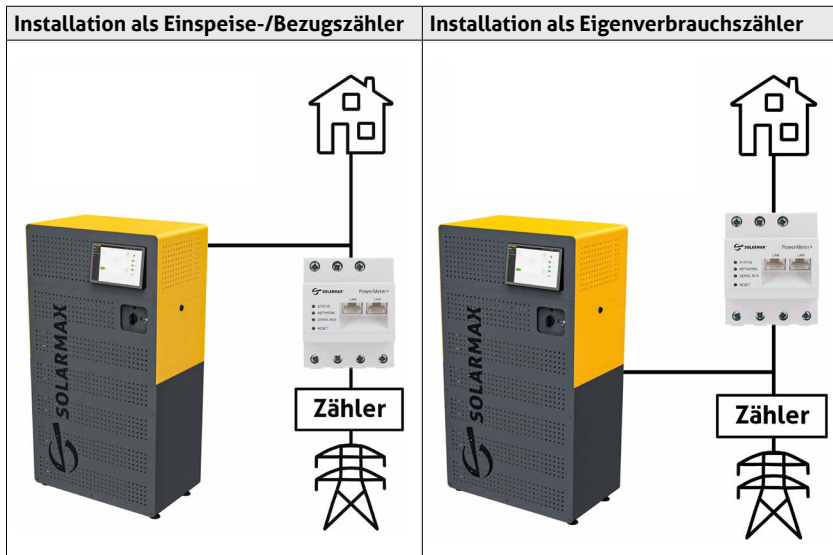
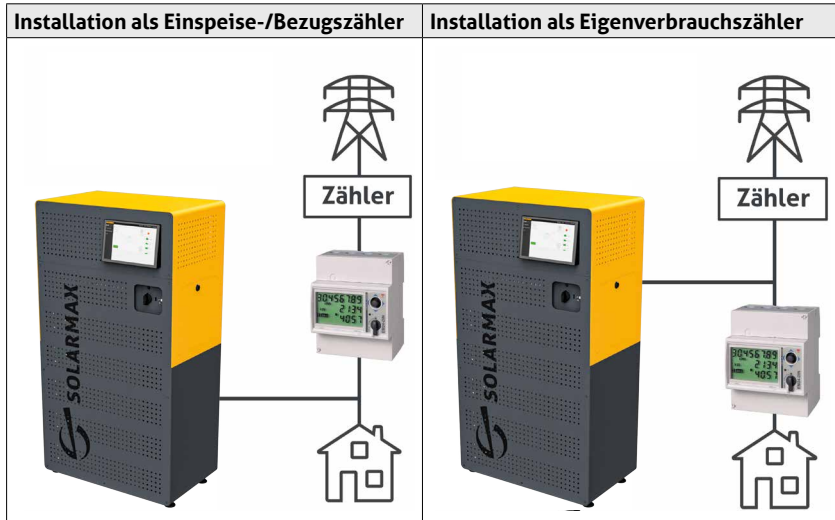

Abb. 15: Schaltbild zum Anschluss des PowerMeter+
Abb. 16: Schaltbild zum Anschluss des Carlo Gavazzi EM24
4. Installieren Sie den Modbus TCP Zähler als Einpeise-/Bezugszähler (Abb. 15) oder als Eigenverbrauchszähler (Abb. 16) in Ihrem Hausnetz.